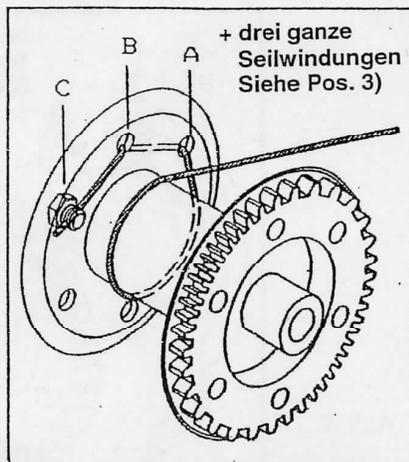

Abb. 1
5.3a Concerne : LHW-C-800, LHW-C-1200, LHW-C-1800 : Sortie de câble vers le haut, voir fig. 1.